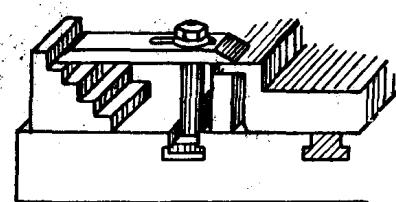

图1-21 阶梯垫块及应用
2) 阶梯垫块的应用 阶梯垫块和各类等高垫块是搭压各种不同的高度工件用的,见图1-21。